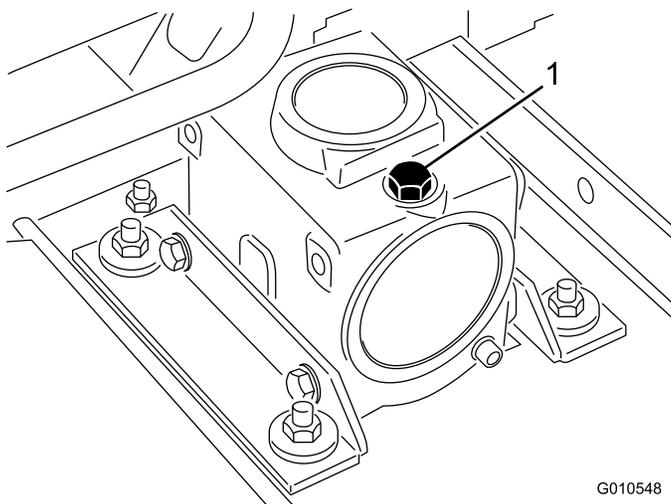

図 13
2. ギアボックスの上部についているディップスティック兼給油プラグ(図 13)を取り、オイルの量が、ディップスティックについている2本のマークの間にあることを確認する。油量が少なければ2本のマークの間まで補給する。